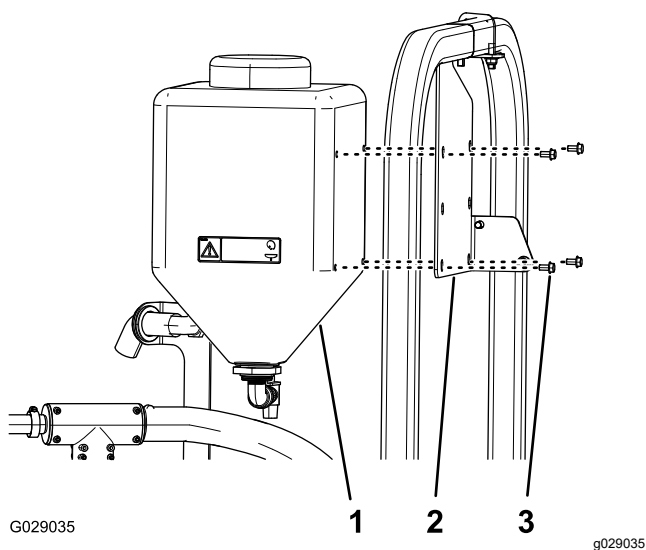

Figura 3
2. Îndepărtați cele 4 uruburi cu guler care fixează rezervorul de apă proaspătă de consola de montare (Figura 3).
3. Îndepărtați rezervorul de pe maină (Figura 3).